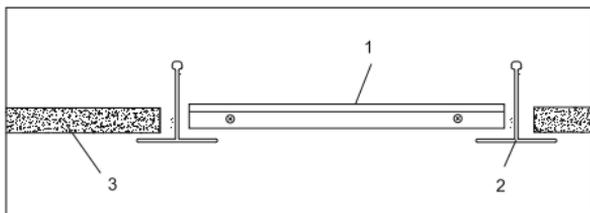

Рисунок 2
5.2.3 Встраиваемый монтаж производить в подвесные потолки типа «Armstrong» для светильников: ДВО 40304 PRO, ДВО 40306 PRO, ДВО 40404 PRO, ДВО 40406 PRO, ДВО 40454 PRO, ДВО 40456 PRO, ДВО 40304-1 PRO, ДВО 40306-1 PRO, ДВО 404045-54-OP PRO, ДВО 404065-54-OP PRO (см. рис. 2). Светодиодную панель (1) установить на место потолочной плиты 600×600 мм (3) в межпотолочное пространство между направляющими (2) потолка «Armstrong», как показано на рисунке 2.